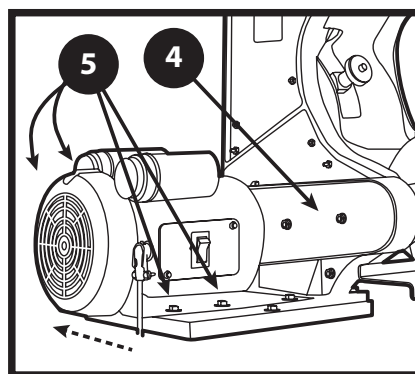

**FIGURA 9**
- Cada treinta días, aplique aceite para máquinas ligero en el soporte de la rueda posterior y en la interfaz del brazo de tensión. (Figura 9) Es suficiente con dos gotas de aceite.